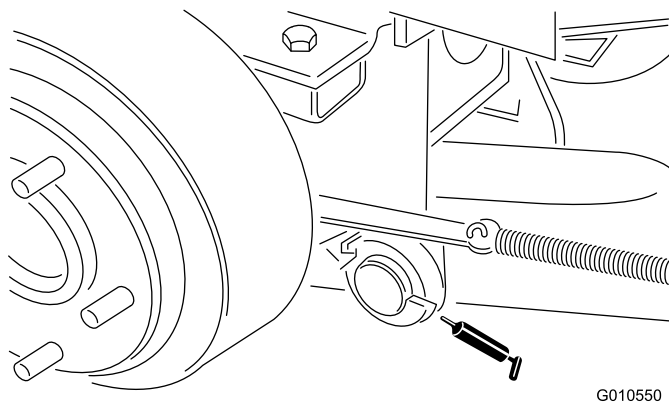

図 22
- ・ 昇降アームのピボット (後) (2ヶ所; 図 22)